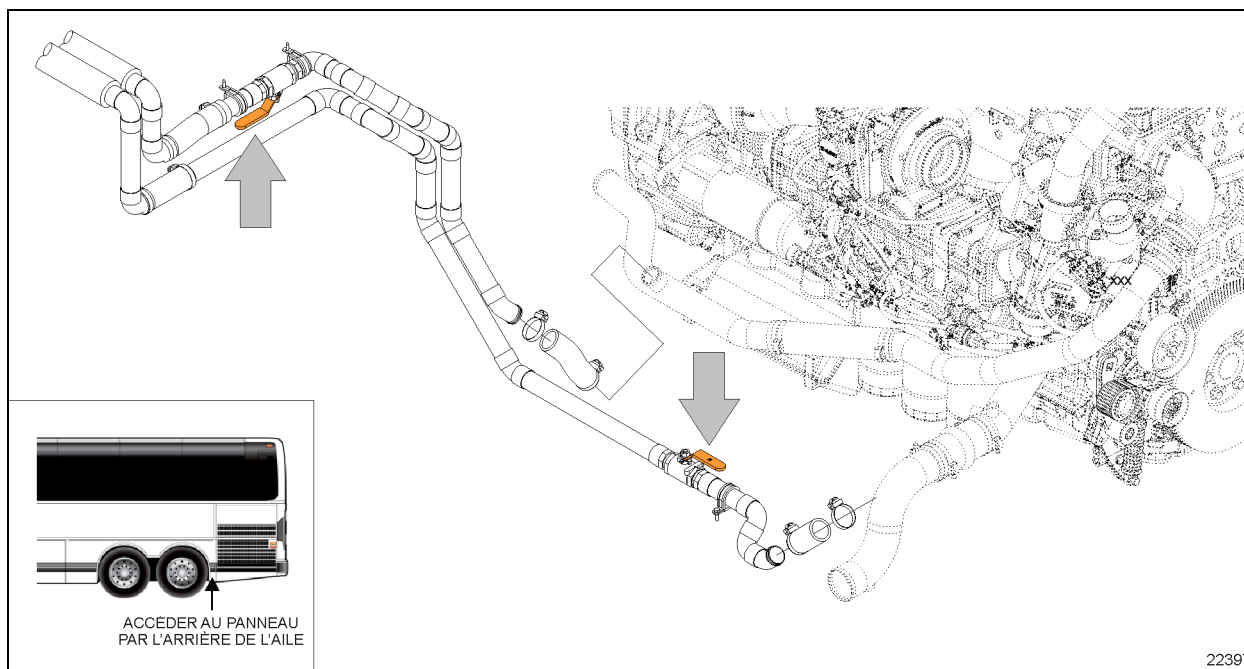
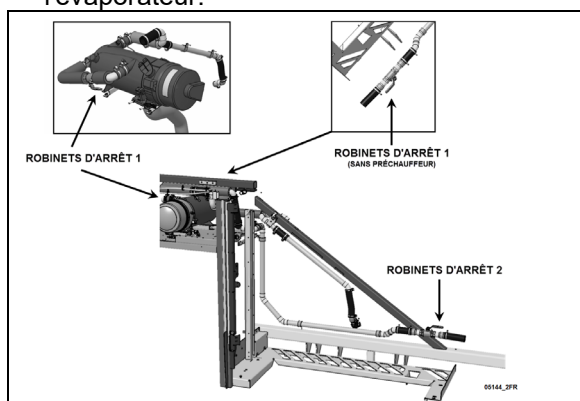

FIGURE 80 ROBINETS D'ARRÊT DE LA LIGNE DE CHAUFFAGE DE LA SÉRIE X3 (DISPOSITION DE TUYAUTERIE DE TRANSMISSION ALLISON ILLUSTRÉE)
FIGURE 81: ROBINET D'ARRÊT DE LA CONDUITE DE CHAUFFAGE DE LA SÉRIE H3
3. Fermer les soupapes d'arrêt des conduits d'eau chaude situées près du moteur du côté rue (voir Figure 80 ou Figure 81).
2. Fermer les deux soupapes d'arrêt de la canalisation de chauffage. (Figure 80 or Figure 81). L'une se trouve dans le compartiment moteur, côté route, en bas, près du radiateur, tandis que l'autre se trouve derrière l'aile articulée arrière gauche, près du préchauffage.